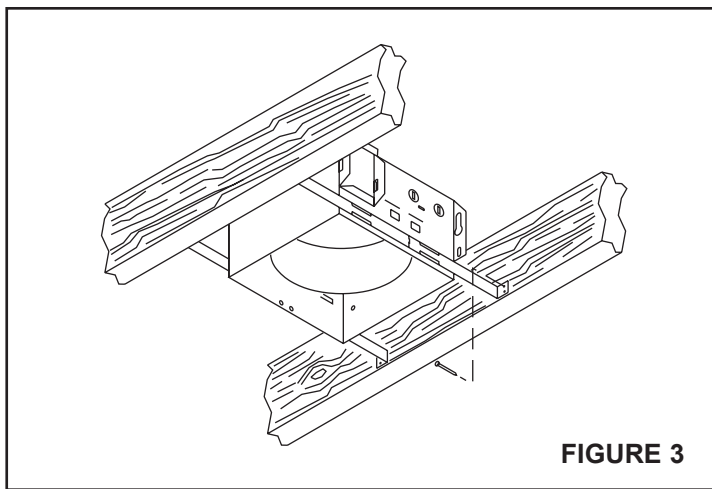

FIGURE 3
Voir Figure 3.
2. Voir Figure 3. Faire passer une gaine ronde de 4 po, de l'ouverture d'évacuation du ventilateur à l'extérieur, et procéder aux finitions.